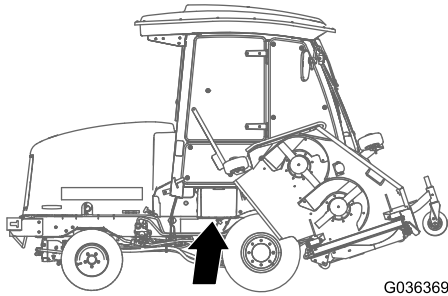

Figura 95
1. Aprite il coperchio della batteria sul lato della copertura (Figura 95).
Nota: Premete sulla superficie piatta sopra il coperchio della batteria per facilitare la rimozione del coperchio (Figura 95).